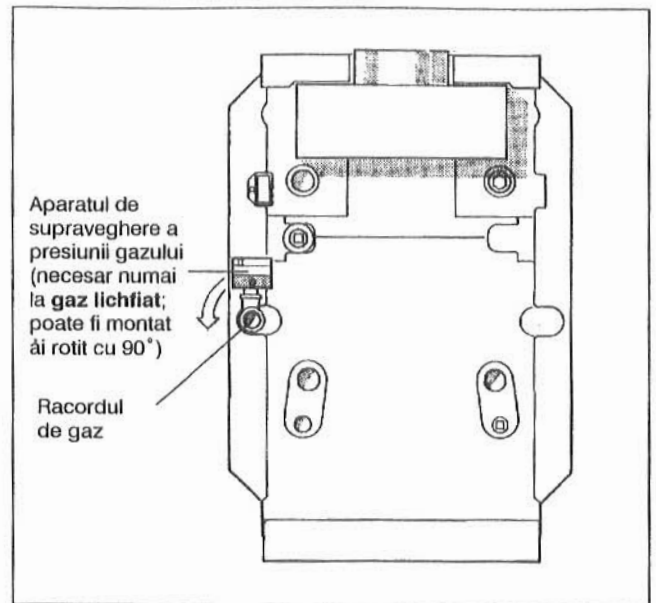

Fig. 13: Racordul de gaz
Conducta de gaz se va lega fără curent electric la racordul de gaz. (Fig. 13).
- La **gazul lichefiat** aparatul de supraveghere al gazelor de ardere livrat cu piesele de schimbare a tipului de gaz, se va presa în conducta de gaz lângă racordul de gaz al cazanului de încălzire cu discul de reglare în sus sau spre exterior (Fig. 13) și se va realiza racordul electric conform planului de conexiuni.